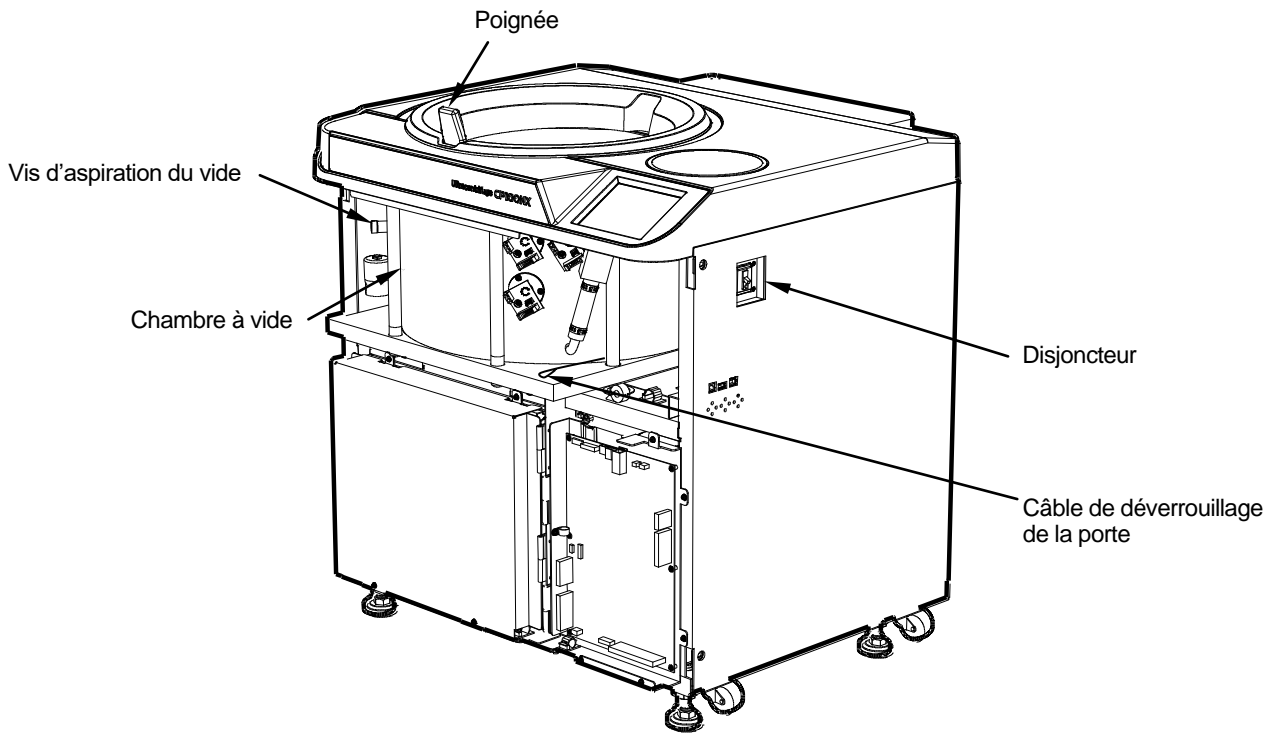

Fig. 3-5-2. Ultracentrifugeuse avec le couvercle avant déposé
- (4) Ouvrir la sortie d'air (en tournant la vis d'aspiration du vide à gauche de la chambre à vide dans le sens inverse des aiguilles d'une montre) pour laisser passer l'air dans la chambre du rotor. Lorsque la pression dans la chambre du rotor est égale à la pression atmosphérique, ne pas oublier de resserrer la vis comme auparavant. (Voir Fig. 3-5-2.)
- (5) Tirer sur le câble de déverrouillage de la porte à droite de la chambre à vide, et au même moment, pousser la poignée de la porte. La porte s'ouvre alors. Lors de l'ouverture de la porte, confirmer que le rotor ne tourne pas. S'il tourne toujours, fermer immédiatement la porte.